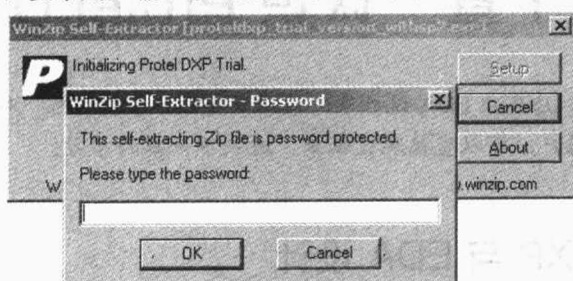

图 1-1 压缩文件解压对话框
(1) 双击下载的文件 proteldxp_trial_version_withsp2.exe,开始解压缩安装文件,此时会弹出如图 1-1 所示的对话框,要求用户输入获取的安装许可密码。